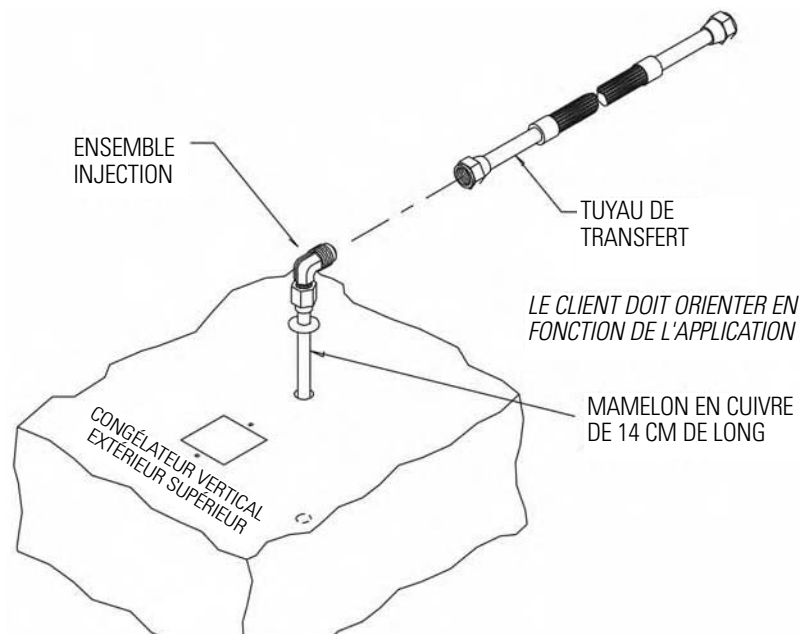

Figure 5-1. Ensemble d'injection
1. Installer l'ensemble d'injection (Figure 5-1) via le trou pré-perforé de 0,20 cm situé directement derrière le trou de la colonne de ventilation de 0,78 cm au centre du plafond de la chambre.